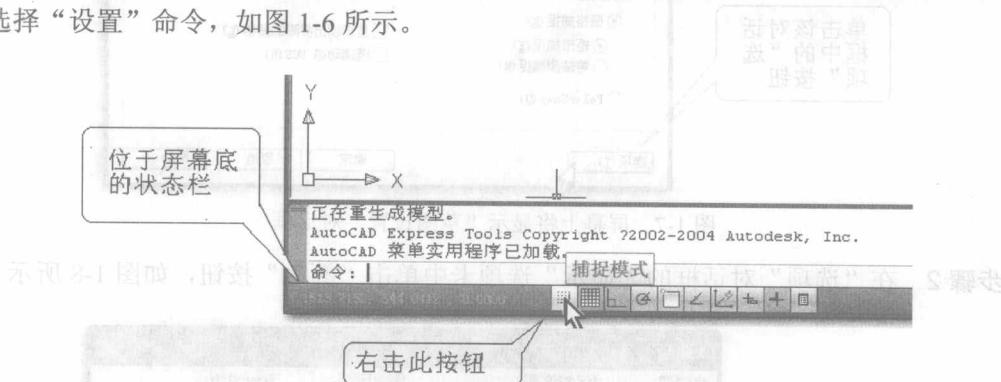
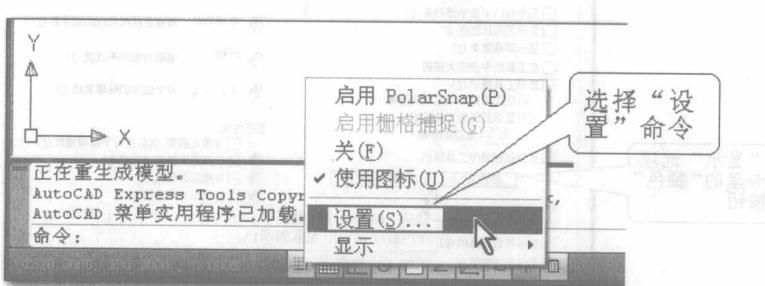

图 1-5 在位于屏幕底部的状态栏中右击“捕捉”按钮
图 1-6 从快捷菜单中选择“设置”命令
**步骤 1** 在位于屏幕底部的状态栏中右击“捕捉”按钮, 如图 1-5 所示。接着, 从快捷菜单中选择“设置”命令, 如图 1-6 所示。